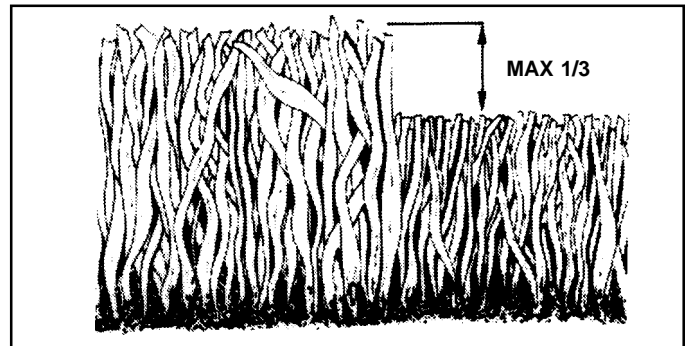

FIG. 10
- Pour les meilleurs résultats, ajustez la hauteur de coupe de tondeuse afin que la tondeuse coupe seulement le tiers du haut de l'herbe (Voyez la Fig. 10). Pour les conditions de broyer de l'herbe très difficiles, réduisez votre largeur de la coupe sur chaque passage et tondez lentement.